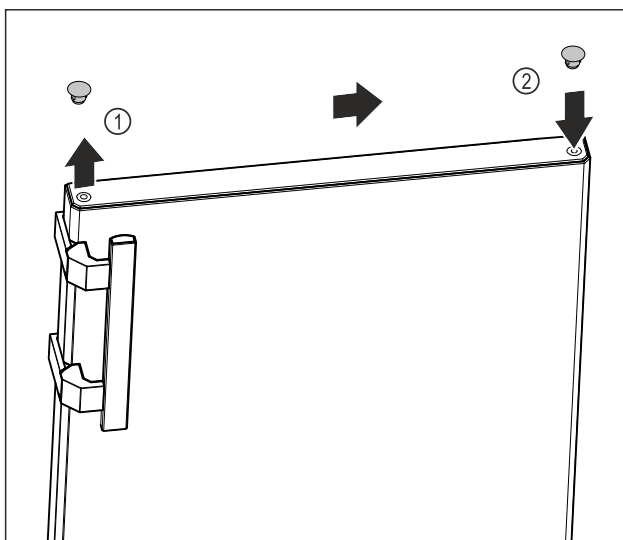

Fig. 17
- ▶ Zdvihnite opatrne kryciu zátku hornej strany dverí Fig. 17 (1) pomocou plochého skrutkovača.
- ▶ Nasadte kryciu zátku na opačnú stranu. Fig. 17 (2)